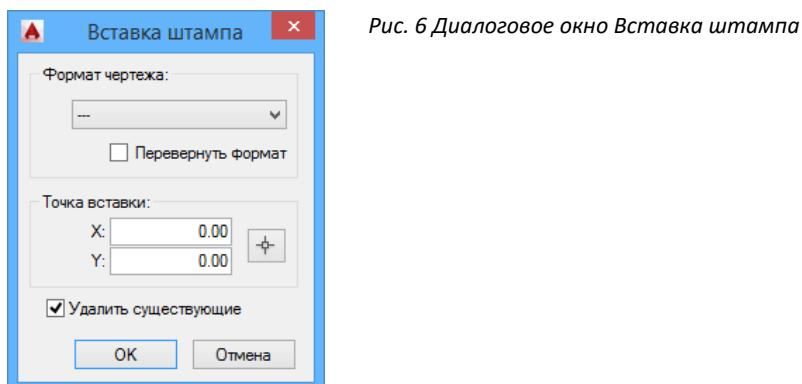

Рис. 6 Диалоговое окно *Вставка штампа*
4. В диалоговом окне *Вставка штампа* (см.рис. 6) выбрать формат чертежа из списка возможных значений, указать левый нижний угол штампа и нажать *OK*.